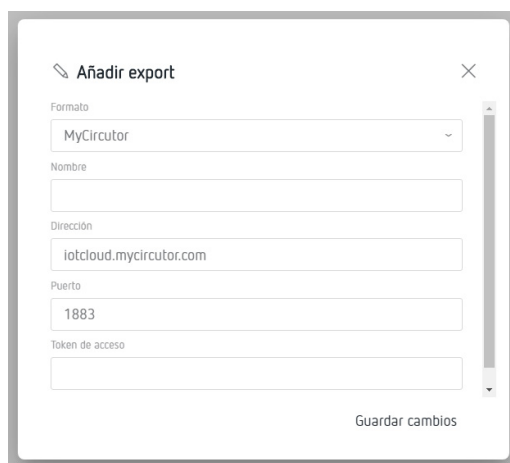

Figura 41: Pantalla Export: Añadir Export.
Pulsar  **Añadir export**, para seleccionar y configurar la plataforma Cloud, aparece la pantalla de la **Figura 41**.
6.- Copiar el Token e introducirlo en la página Web de configuración del equipo, **Figura 41**.